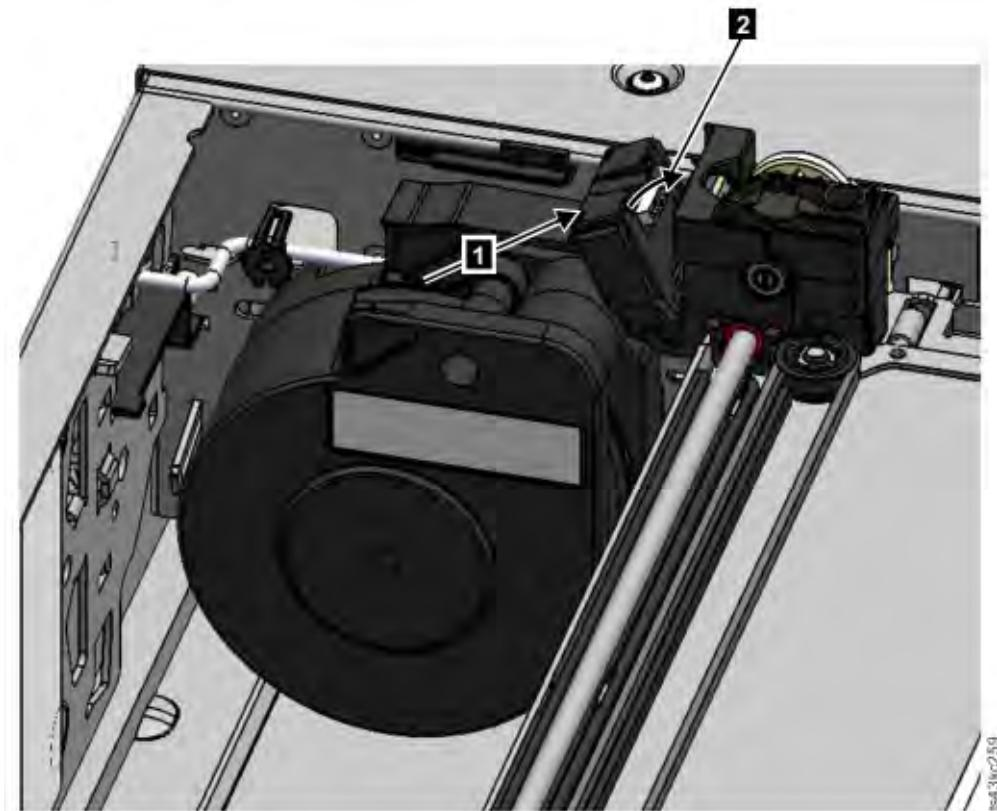

Figura 86. Installazione del cavo di spooling
5. Posizionare il cavo di spooling nelle scanalature in cui si collega all'accessore e ruotarlo fino a quando non scatta in posizione. Vedere Figura 86 a pagina 181.